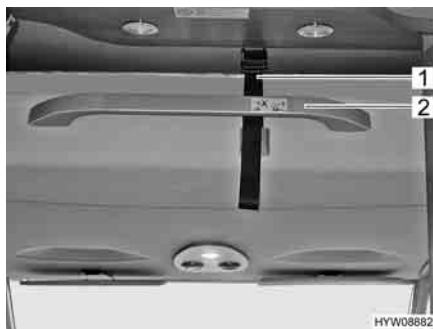

Fig. 90 Letto basculante in posizione di viaggio
- Staccare la cintura di ritegno (Fig. 90,1).
- Tirare il letto basculante dalla maniglia (Fig. 90,2) verso il basso con entrambe le mani.
- Assicurare il letto basculante al soffitto mediante la cintura di ritegno (Fig. 90,1).